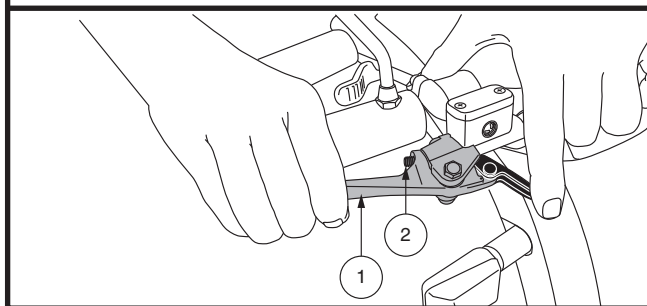

Figura 2. Leva freno a mano
- Premere una volta il pulsante **High-Low** per impostare la velocità sulla regolazione alta. L'indicatore High-Low viene visualizzato sullo schermo LCD. **Vedere figura 2.** L'uso di questa impostazione insieme ai pulsanti di regolazione della velocità consente al veicolo di raggiungere la velocità massima pre-programmata.
Questa leva attiva l'arresto di emergenza. In movimento, rilasciare la leva dell'acceleratore e tirare delicatamente la leva del freno a mano per fermarsi. L'efficacia del freno a mano può essere modificata stringendo o allentando la vite di arresto situata sulla leva del freno a mano. **Vedi figura 2.**